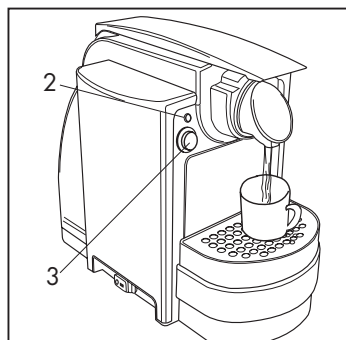

Fig. 7
Per preparare correttamente un caffè espresso posizionare la griglia (5) alla massima altezza (Fig. 7)
- Quando la spia luminosa (2) è accesa la macchina è pronta per l'utilizzo. Premere il tasto (3); la macchina eroga acqua premere nuovamente il tasto (3) quando si è raggiunta la quantità d'acqua desiderata. (Fig. 7)